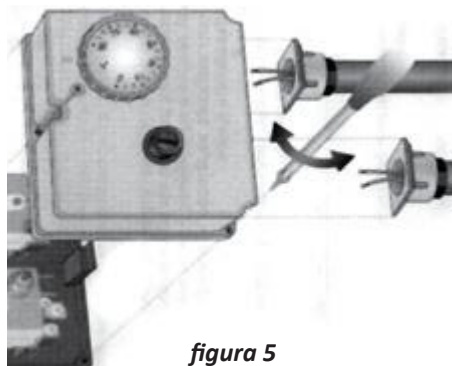

figura 5
b) Quite la parte anterior del termostato desenroscando los tres tornillos. Deshile los alambres de alimentación y conéctelos a los terminales del termostato (figura 5) según la instrucción;